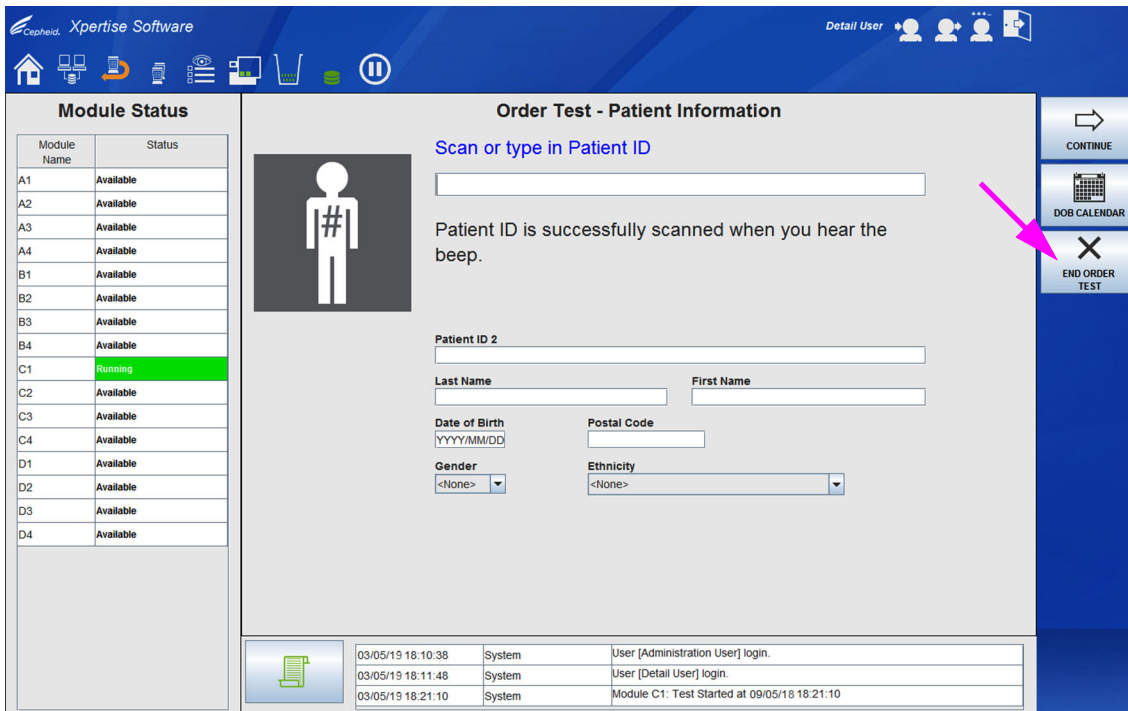

Figura 5-39. Área de trabalho Order Test (Pedir teste) – Patient ID (ID do paciente)
11. Assim que o cartucho tenha sido lido, será apresentada a área de trabalho Order Test (Pedir teste) – Patient ID (ID do paciente) para permitir ao utilizador introduzir o próximo teste. Ver Figura 5-39.
- Se não vão ser pedidos mais testes, selecione o botão **END ORDER TEST (TERMINAR PEDIDO DE TESTES)** (ver Figura 5-39). Se não foi introduzida informação em qualquer um dos campos da área de trabalho Order Test (Pedir teste) – Sample ID (ID da amostra), o menu Order Test (Pedir teste) vai fechar-se.